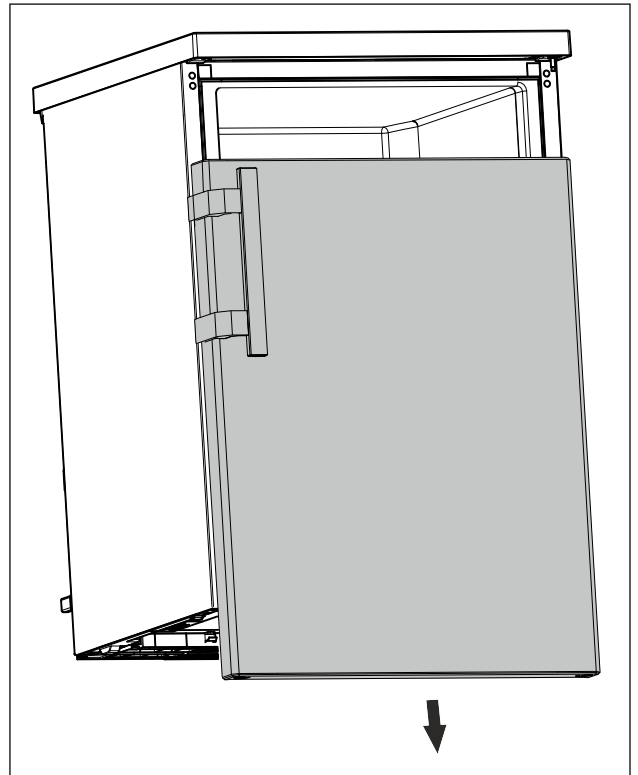

Fig. 17
- ▶ Ta av dörr neråt. (se Fig. 17)